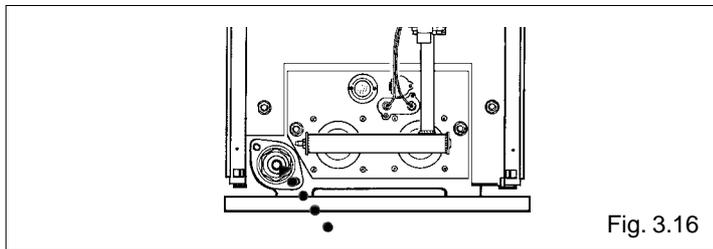

Fig. 3.16
- Antes de iniciar estas operaciones hay que controlar que la llave de vaciado de la caldera esté cerrada (fig. 3.16);